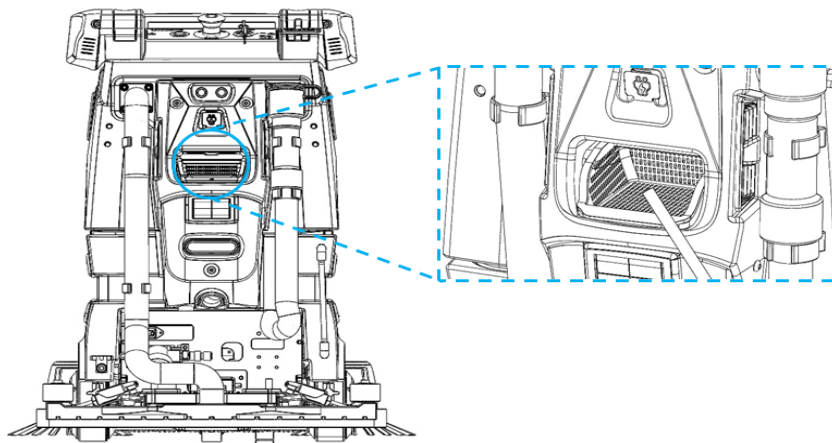

FIGURE 2-15
3. Insérez l'autre extrémité du tuyau d'eau propre dans le filtre du bac de remplissage (12). Poussez une longueur significative du tube dans l'entrée pour l'empêcher de tomber pendant le remplissage (Fig 2-15).
4. Ouvrez le robinet d'eau et remplissez jusqu'à un niveau suffisant indiqué sur le tube de niveau d'eau ou sur l'écran tactile (18).